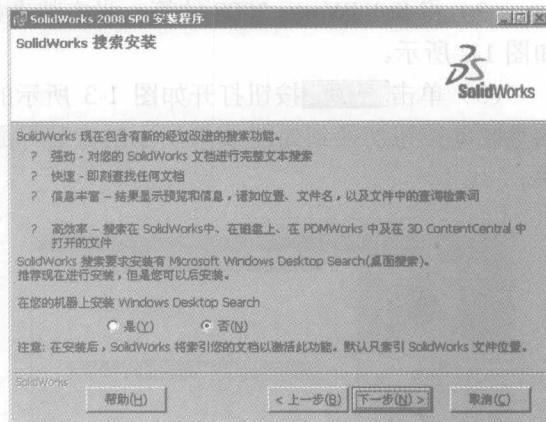

图 1-7 是否安装 Windows Desktop Search
(6) 单击 **下一步(N)>** 按钮打开如图 1-7 所示的安装窗口，系统询问是否需要安装 Windows Desktop Search 以配合 SolidWorks 搜索功能的发挥，用户可以根据需要选择是否安装。